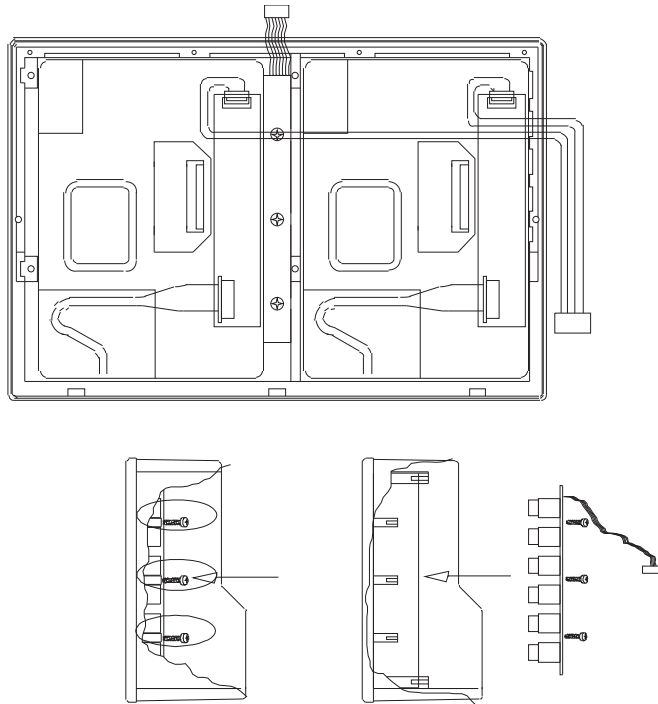

Bild 4-20: Einbau Tastensatz und Anschluss der Displays
12. Stecken Sie die flexiblen Flachbandkabel am Display auf. Achten Sie darauf die Flachbandkabel nicht durch Verkanten zu beschädigen. (Bild 4-20)